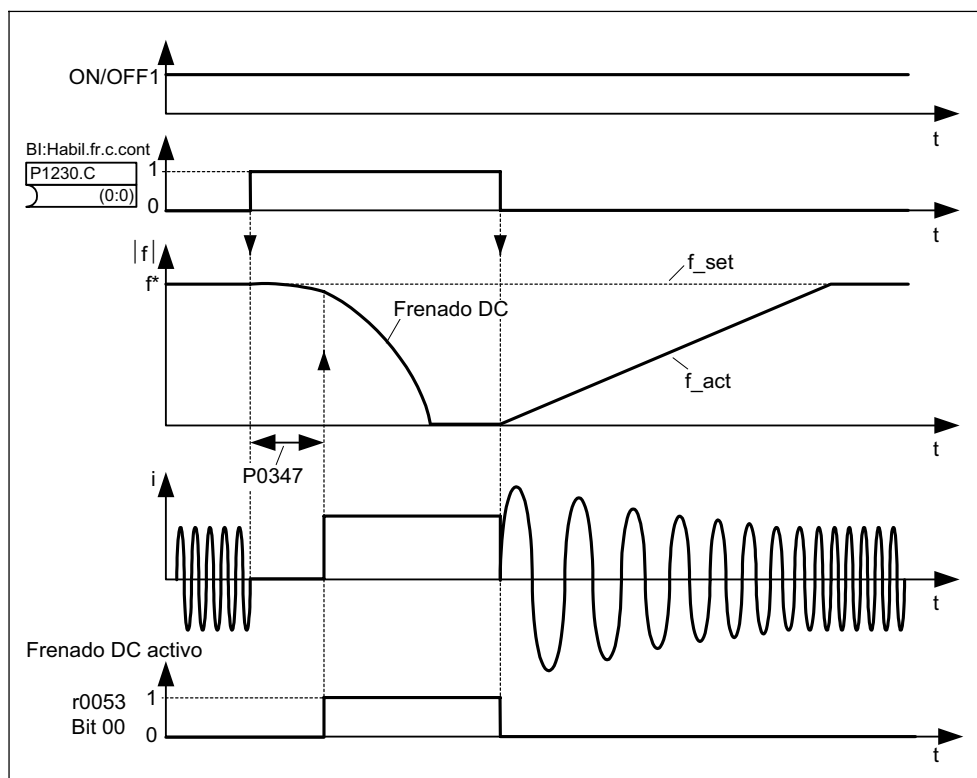

Figura 3-53 Freno por CC por selección externa
1. Habilitación y selección vía parámetro BICO P1230 (véase Figura 3-53).